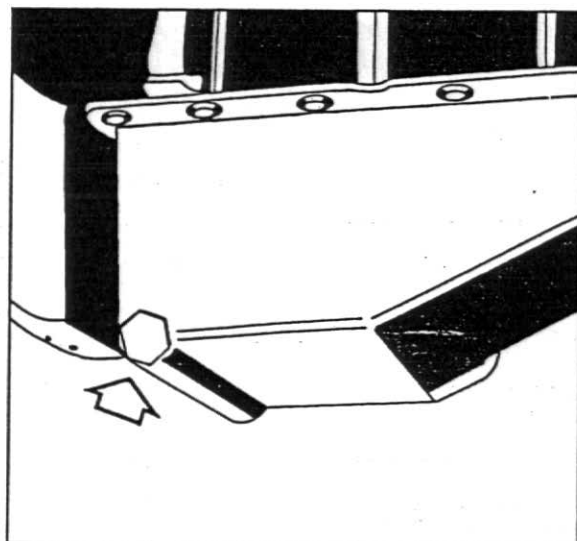

Fig 2
1. Limpe a tampa do bocal de abastecimento e o bujão do cárter. Remova-os e deixe o óleo escoar livremente, figs. 2 e 3.